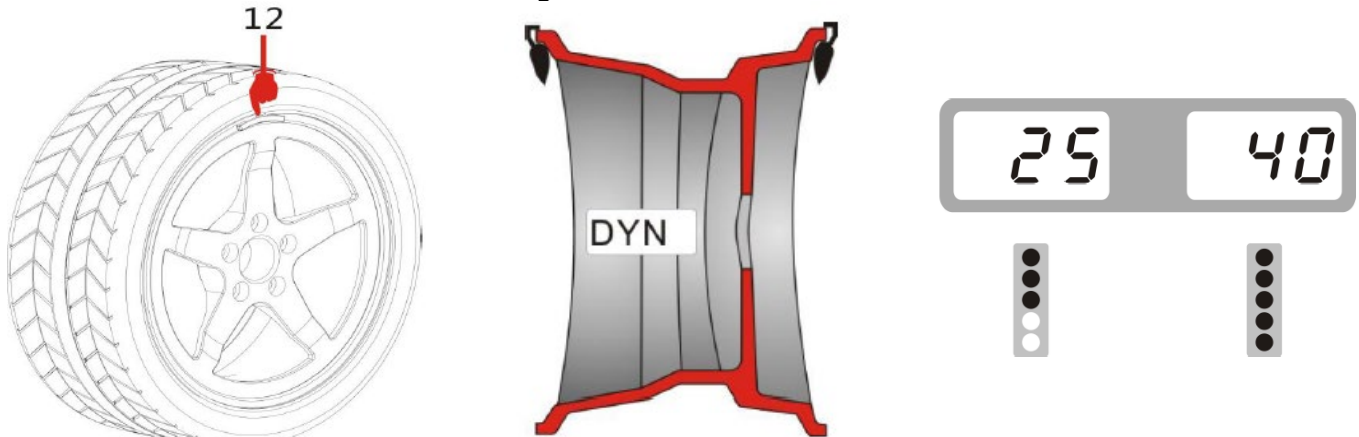
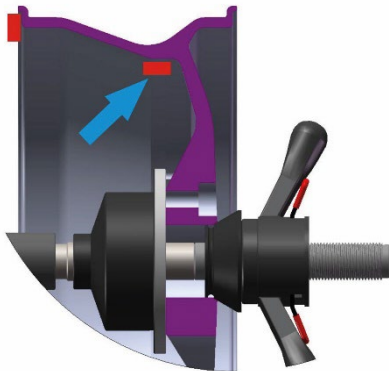

Abb.4
Abb. 4.1
5. Rotieren Sie das Rad mit der Hand. Sobald alle LEDs der Positionsanzeige Außen aufleuchten kann das Gewicht auf der Außenseite angebracht werden Abb.4 bzw. im Modus ALU-1 Abb. 4.1